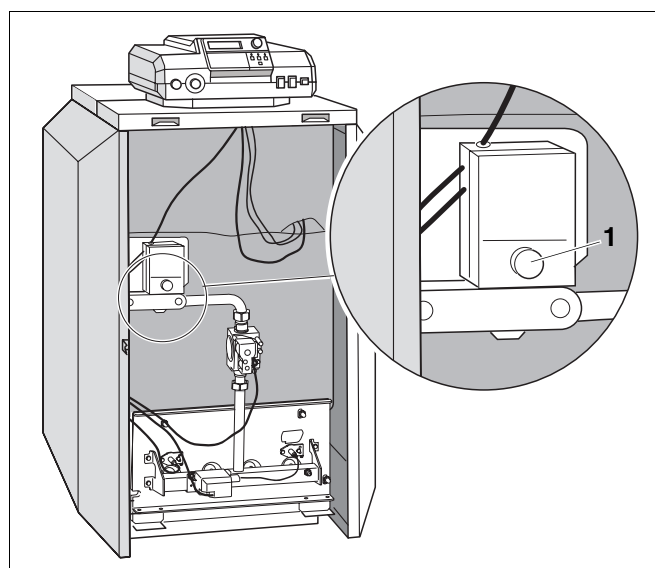

Abb. 29 Entstörtaster/Störleuchte
- Leuchtet die Störleuchte am Entstörtaster (Abb. 29, **Pos. 1**), Entstörtaster drücken.